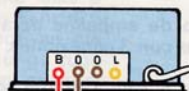
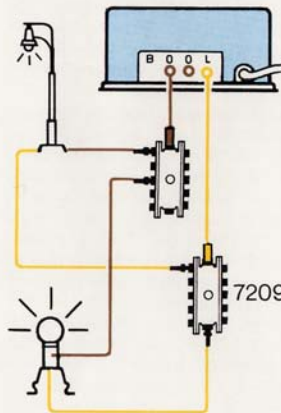

Fig. 3
Fig. 4
Wir empfehlen, während des Aufbaus, zur Kontrolle evtl. Störungen, die Kabel des Anschlußgleises zunächst an die Buchsen »0« und »L« anzuschließen. Bei Kurzschluß erlischt dann die im Trafo eingebaute Kontrolllampe. Besitzt der Transformator keine Kontrolllampe, so kann die Prüfung mit einem Beleuchtungssockel (Fig. 4) durchgeführt werden.
Transformator betrieben, so sind zwei oder mehrere Anschlußgleisstücke vorzusehen (Fig. 3).
Before extending the layout the new track plan should be considered. Our publication 0702 "Märklin HO-Layouts" contains relevant information. While extending the layout we suggest that you should check the feeder track section lead initially to sockets "O" and "L". If there is a short-circuit the transformer's built-in pilot lamp will be extinguished. If the transformer does not include a pilot lamp, this check can be carried out using another light bulb. It is necessary to pay constant attention to the good connection between rail and conductor connection clips, to avoid a voltage drop. If one transformer is used to power an extensive layout, two or more feeder track sections will probably be required (Fig. 3).
5. For transformers equipped with a lamp: Does the lamp light up when the transformer is plugged into the main house current and connected to Transformers without a lamp: Does a bulb connected to sockets marked "0" and "L" light up? (see Fig. 4)	If the lamp does not light up, there can be a short circuit on the layout. Results can be: 1. A car or any other metal item may be on the track touching the rails and center contact. 2. Tracks are not connected properly. 3. Incorrect wiring to the track. If there is a short circuit on your layout, refer to part 6.
présente de nombreuses suggestions. Nous conseillons de commencer par l'élément prise de courant et de brancher les câbles de cet élément aux prises «O» et «L» du transformateur. Lorsque la lampe témoin du transformateur s'éteint, cela indique l'existence d'un court-circuit. Lorsque le transformateur ne comporte pas de lampe-témoin, on peut utiliser un socle d'éclairage branché au transformateur (Fig. 4). Vérifiez le bon assemblage des éléments de voie pour éviter toute chute de tension. Si un réseau d'une certaine importance doit être alimenté à l'aide d'un seul transformateur, il est conseillé d'utiliser plusieurs éléments de voie prise de courant (Fig. 3).